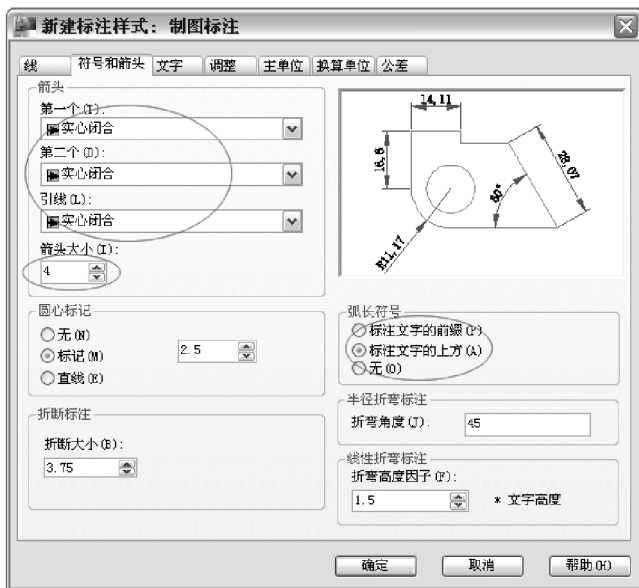

图 8-45 【符号和箭头】选项卡设置
5) 选择【符号和箭头】选项卡,“箭头”第一、二、三个都选为“实心闭合”、“箭头大小”设为 4,“弧长符号”中选中“标注文字的上方”,如图 8-45 所示。